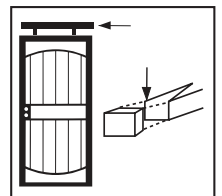

FIGURE 7
7. Inserte tapones en los extremos del cabecero. Monte la jamba del cabecero a la parte superior de la puerta usando los 2 tornillos de una vía restantes. Deje aproximadamente 32 cm de espacio entre la jamba del cabecero y el marco superior de la puerta (Fig. 7).